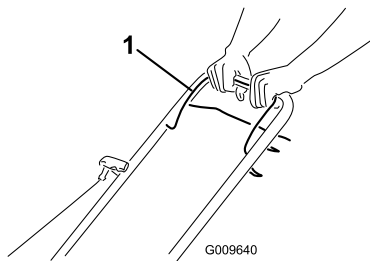

Figura 12
- Sujete la barra de control de la cuchilla (Figura 12) contra el manillar.